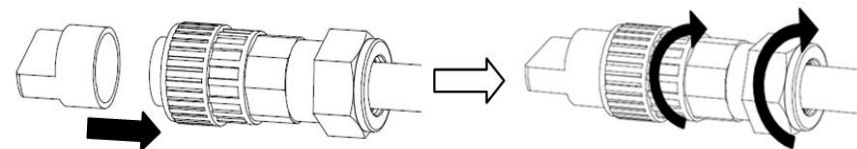

Figura 5.23 Montagem do terminal CA
B) Prenda a fixação de plástico (auxiliar) no elemento de encaixe, aperte o adaptador no elemento de encaixe e, em seguida, aperte a porca giratória com torque de 3 a 4 Nm (consulte a figura 5.23).